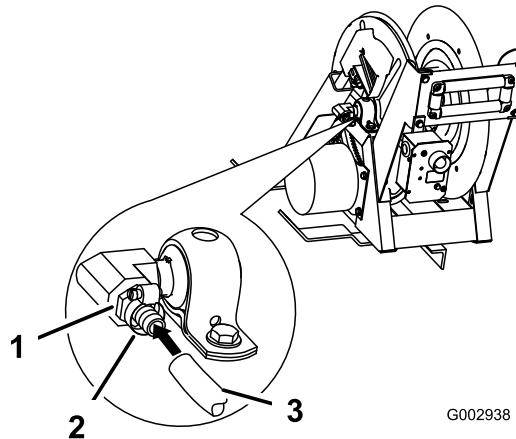

Figura 38
- Envuelva las roscas de un acoplamiento dentado (3/4 pulgada) con cinta teflón, en el sentido contrario a las agujas del reloj e instálelo en la acometida de entrada situada en el lateral del carrete de la manguera (Figura 38).